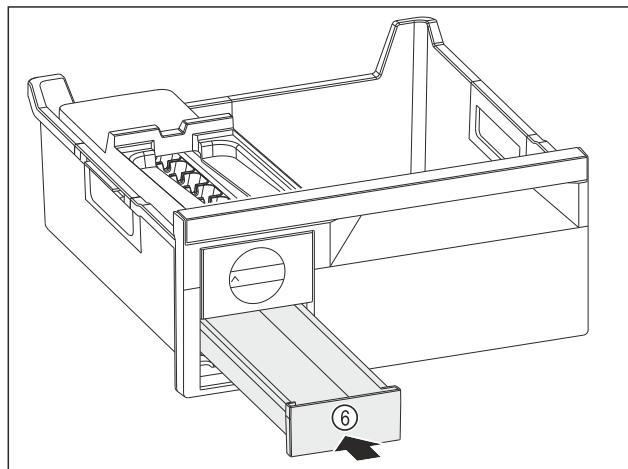

Fig. 122
- Umetnute Fig. 122 (6) pretinac za kockice leda.